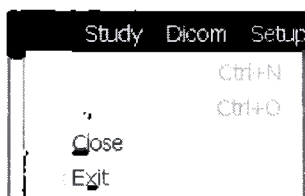

Рисунок 69
- Из окна *Список исследований* уберите текущий архив при помощи опции *Заккрыть* в меню *Файл* (см. рисунок 69).